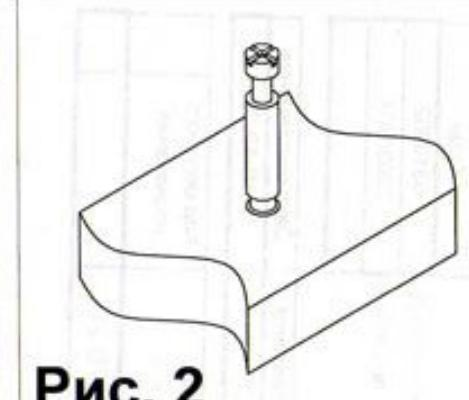

Рис. 2
- Закрутить в муфты столешницы 6 дюбелей стяжек-растекс (4) (см.рис. 2) и соединить столешницу 6 с каркасом стола (детали 1 и 2). Фиксацию стяжек-растекс (3) произвести путем поворота их по часовой стрелке.
- Прикрутить направляющие (7) винтами (8) к стойкам ящика 7 и 8. Забить шканты (1) в торцевые отверстия, и вставить стяжки-растекс (3) в эти детали. Соединить стойки 7 и 8 со столешницей 6. Фиксацию стяжек-растекс произвести путем поворота из по часовой стрелке. Собрать выдвижной ящик (см. сборка ящика).